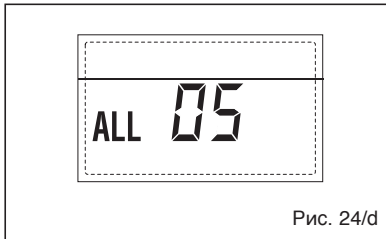

Рис. 24/d
**– БЛОКИРОВКА ПЛАМЕНИ “ТРЕВ. 06” (рис. 24/е)**